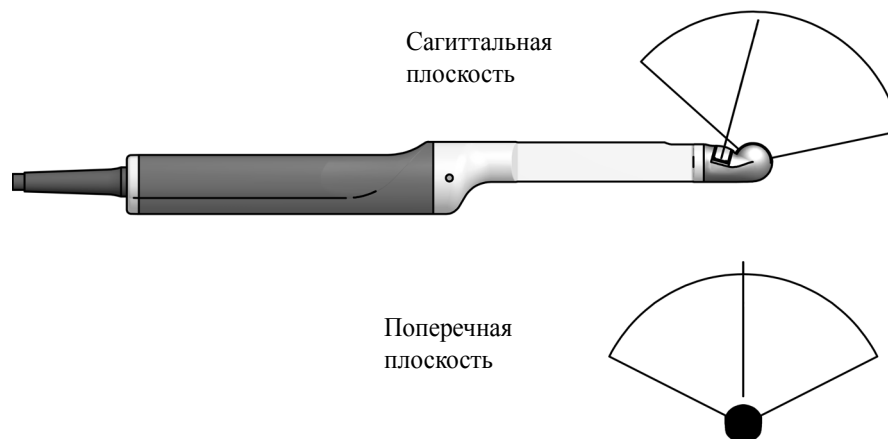

Рисунок 2. Плоскости сканирования для Двухпроекционный датчик предстательной железы, тип 8808е.
Датчик состоит из двух выпуклых матриц — одна для поперечного (Т), а вторая для сагиттального (S) сканирования (см. Рисунок 2). Преимущество возможности обзора одновременно в двух плоскостях с помощью одного датчика заключается в том, что во время пункции и биопсии на обеих плоскостях можно наблюдать действительное положение иглы и очаги, вызывающие подозрения.